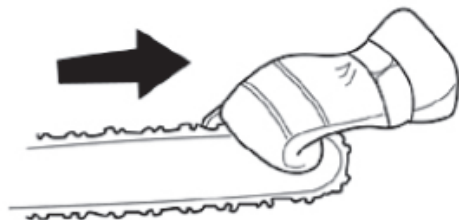

Рис. 22.
8. Проверьте степень натяжки. Для этого попробуйте рукой прокрутить цепь на шине. Цепь должна свободно двигаться, не застревать и не выпадать из направляющего паза на шине. Если результат отличается, то ослабьте фиксирующие гайки и повторите пункты 6 и 7. Рис. 22.